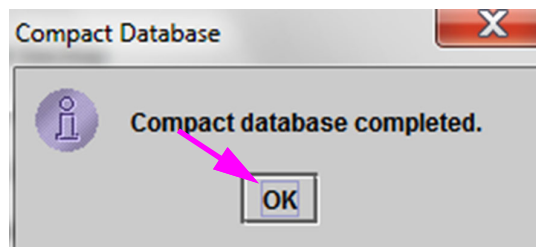

Figura 5-84. Caseta de dialog Compactare bază de date finalizată
3. Faceți clic pe **Continuare (Proceed)** pentru a compacta baza de date. După finalizarea compactării bazei de date apare caseta de dialog Compactare bază de date finalizată (Compact Database Completed). Consultați Figura 5-84.